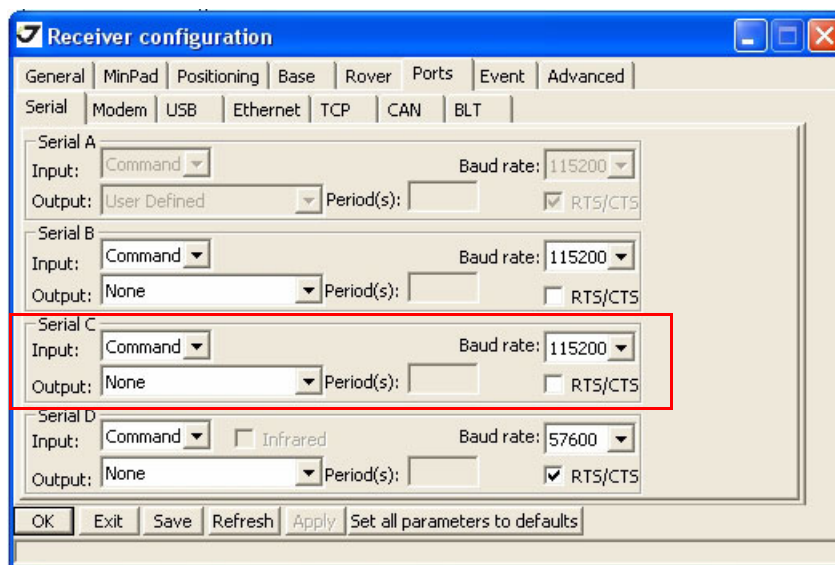

Рисунок 3-12. Настройки базы и ровера для RTK съемки – Ports
10. Для съемки в режиме RTK перейдите в закладку *Ports* произведите настройки следующих параметров (Табл. 5), затем нажмите *Apply* (Рисунок 3-12 на стр. 44).